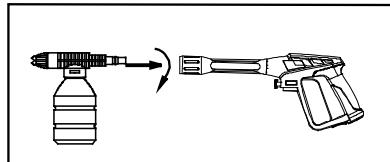

Bild 6 – Fäst applikatorn på sprutpistolen
4. Fäst rengöringsmedelsapplikatorn på sprutpistolen (se bild 6).